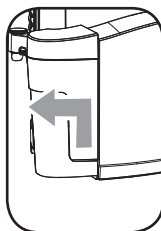

Fig.3
- 3- Per estrarre la caraffa, sollevarla e staccarla con cautela dalla macchina: la caraffa è ora pronta per essere rimossa (Fig.3).